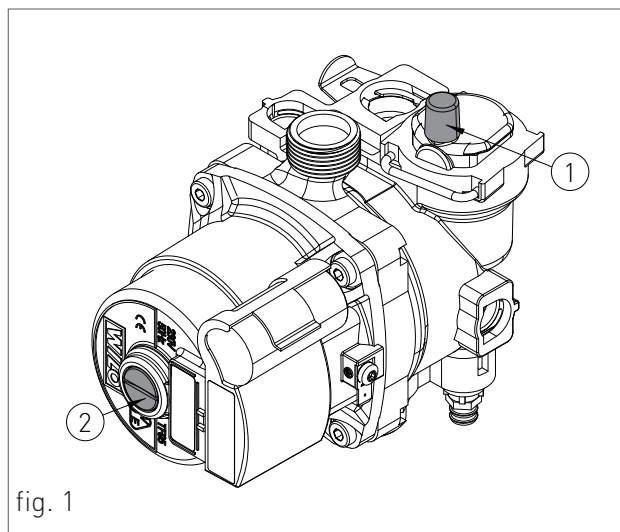

fig. 1
2. allentare leggermente il tappo della valvola jolly del circolatore (1-fig. 1) per permettere all'aria di fuoriuscire dall'impianto;
8. svitare il tappo del circolatore (2-fig.1) per eliminare eventuali bolle d'aria e richiuderlo alla fuoriuscita di acqua;